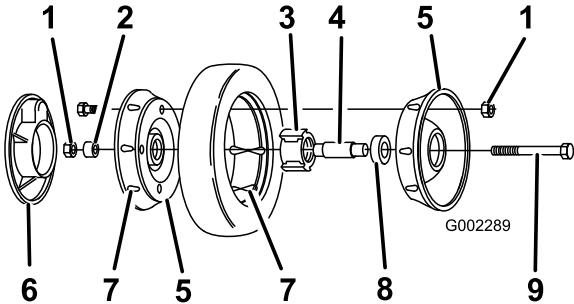

Figure 29
3. Retirez le boulon, la bague d'espacement et le contre-écrou qui fixent la roue au bras de pivot (Figure 29).
5. Contrôlez l'alignement de toutes les pièces et serrez les vis alternativement d'un côté et de l'autre pour assurer un serrage uniforme, jusqu'à ce que les demi-roues soient réunies (Figure 29).
6. Montez et serrez les 2 boulons et les 2 contre-écrous retirés auparavant dans les trous libres des demi-roues. Retirez les 2 vis ou boulons longs et remplacez-les par 2 boulons et 2 contre-écrous (Figure 29).
7. Posez la roue sur le bras de pivot à l'aide des boulons, d'une entretoise et d'un contre-écrou. Vérifiez si la bague est bien placée entre le moyeu de la roue et le bras de pivot (Figure 29).
4. Séparez du pneu les deux moitiés de la roue en retirant les 4 boulons d'assemblage et leurs contre-écrous (Figure 29).
Remarque: Pour extraire les roulements de l'ensemble moyeu/roulements, appuyez sur la douille d'écartement des roulements (Figure 29).
1. Posez le pneu sur une des demi-roues, en faisant correspondre les reliefs (Figure 29).
2. Placez l'ensemble roulement/moyeu dans le trou central de la moitié de roue. Les ailes du moyeu doivent reposer sur le flasque de l'ouverture (Figure 29).
3. Posez l'autre demi-roue sur l'ensemble moyeu/roulement en faisant correspondre les trous et les reliefs de la roue et du pneu (Figure 29).
4. À l'aide de 2 vis ou boulons entièrement filetés (1/4-20 x 1,50 pouce) et d'écrous non-bloquants, réunissez les deux moitiés de roue sans les serrer. Installez les vis ou les boulons dans les trous opposés (Figure 29).